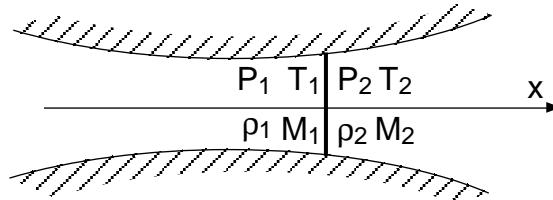

FIG. 5 – Onde de choc droite dans la buse de Laval
**3.5.2** On note  $v_1, \rho_1, P_1$  et  $T_1$  d'une part et  $v_2, \rho_2, P_2$  et  $T_2$  d'autre part, les vitesses, masses volumiques, pressions et températures respectivement avant et après l'onde de choc (cf figure 5).